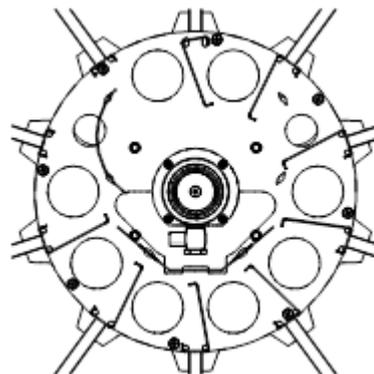
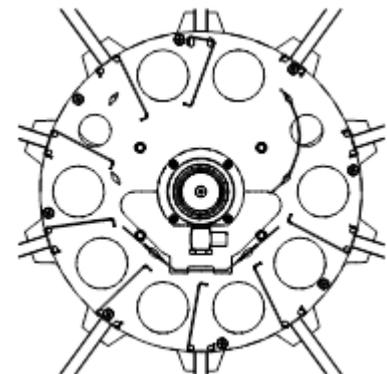

Abb. 10: Bei Rechtsabzug
Abb. 11: Bei Linksabzug
- Abhängig von der Abzugsrichtung die Mantelbleche verschieden montieren (siehe Abb. 10 und Abb. 11). Die Abzugsrichtung kann dem Typenschild entnommen werden.